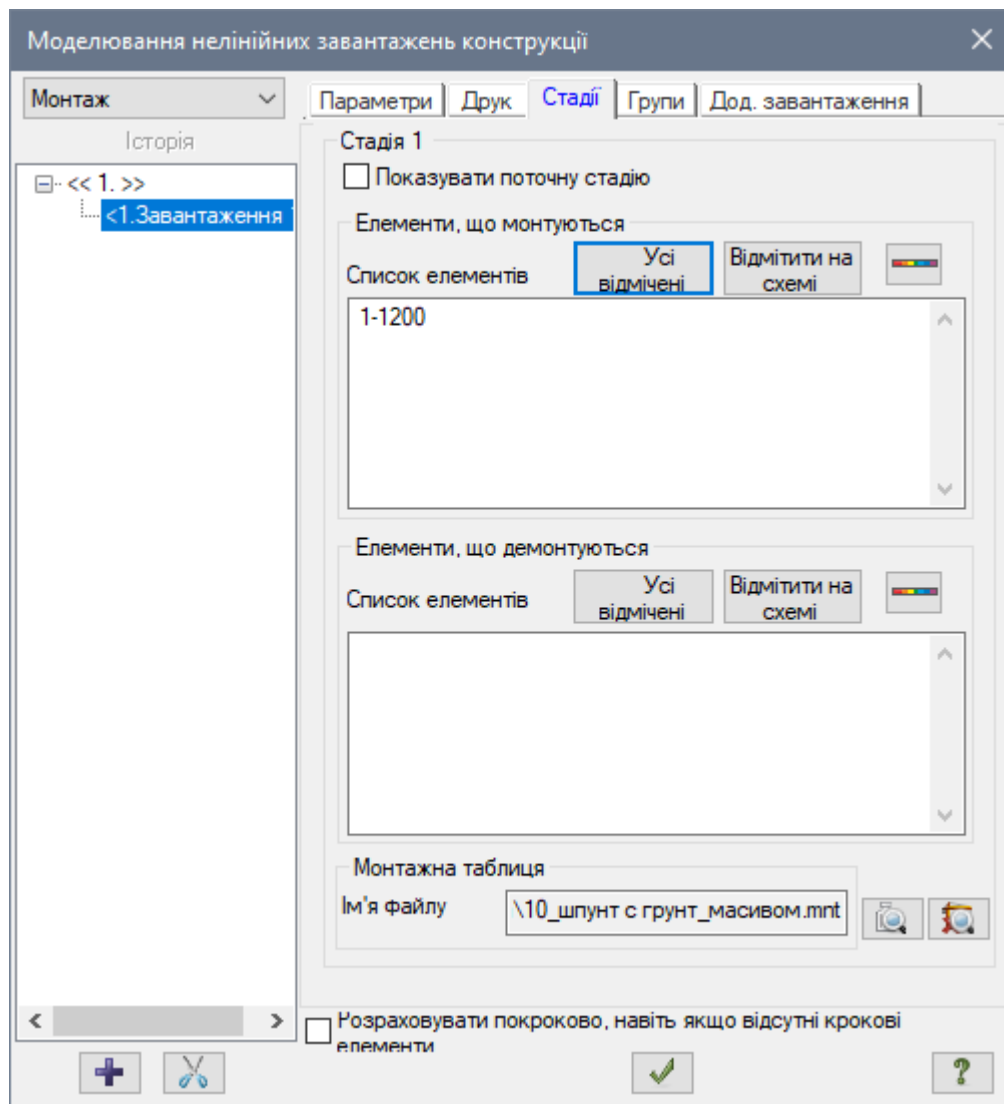

Рис. 10.21. Діалогове вікно **Моделювання нелінійних завантажень конструкції**
- Натиснувши на кнопку  – **Монтаж** (панель **Нелінійність** на вкладці **Розрахунок**) відкрийте діалогове вікно **Моделювання нелінійних завантажень конструкції** (рис. 10.21).
- Після виділення елементів в діалоговому вікні **Моделювання нелінійних завантажень конструкції** (рис. 10.21) в полі введення **Елементи, що монтуються** натисніть на кнопку **Усі відмічені** (в списку автоматично відображуються номери виділених на схемі елементів).